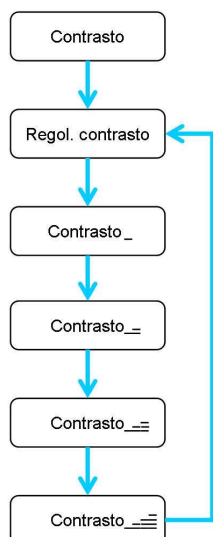

Fig.13
- Premere ripetutamente il pulsante "Afficheur" finché non apparirà l'informazione "Contraste" accompagnata da un diagramma a barre sulla destra (Fig. 13).